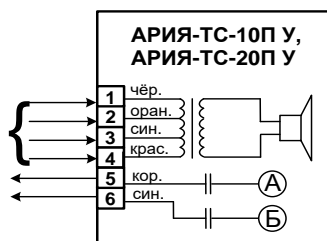

Рис. 1. Схема подключения
3.3. Подключение изделий должно выполняться в соответствии со схемой, приведенной на рис.1 с учетом подаваемого входного напряжения, указанного в таблице 2.